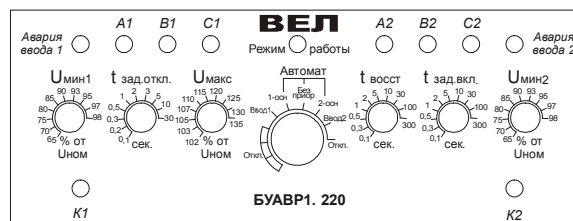

Рис. 2 Расположение органов управления и индикации БУАВР1
- 4.3. Расположения органов управления и индикации БУАВР1 приведены на рис. 2.
- 4.6. Переключение режимов работы производится с помощью 10-позиционного переключателя, находящегося на передней панели, рис.2. Для удобства контроля режимов работы БУАВР1 при запуске и эксплуатации, предусмотрена светодиодная индикация режимов работы с помощью многоцветного светодиода «Режим работы», рис.2. Описание режимов работы БУАВР1 и соответствие индикации приведены в таблице 1.